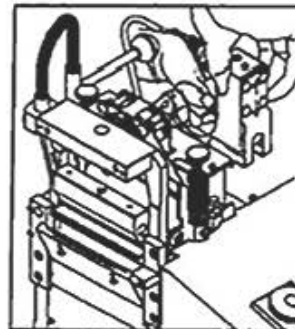

Figura 4
- 6 - Através do parafuso de ajuste de altura, foque o feixe de luz (Figura 4)